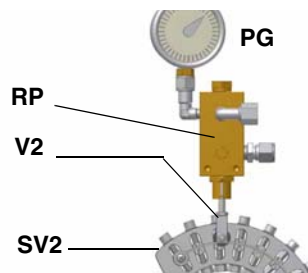

Рис. 28
- 10 для получения максимального расхода дизельного топлива регулировать давление (считывая значения на манометре PG), не изменяя при этом, уже отрегулированный, во время настройки работы на газе, расход воздуха (см. предыдущий параграф): все время проверяя параметры продуктов сгорания, воздействовать на винт варьируемого сектора, соответствующий жидкому топливу **SV2** (см. Рис. 28), но по достижении положения большого пламени.